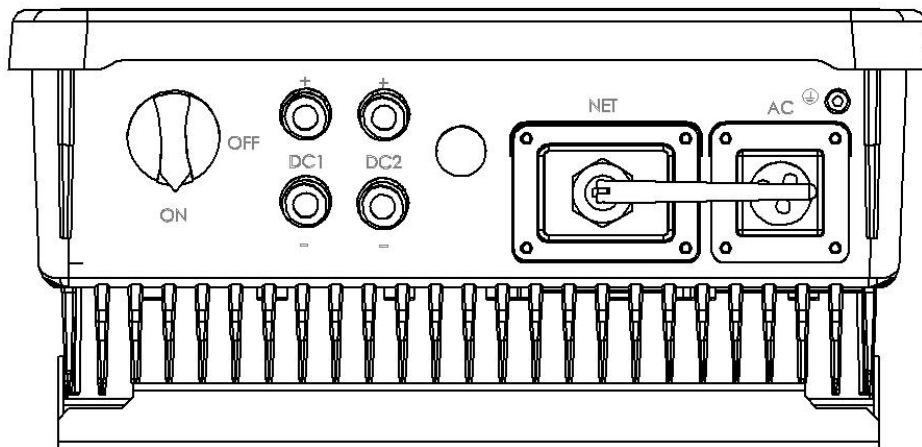

图 3.6
外部接线端子如图 3.6 所示：
- 在确保极性正确后，将每串光伏电池板的正负连接器分别插入逆变器底部相应的接线端子，如图 3.6。